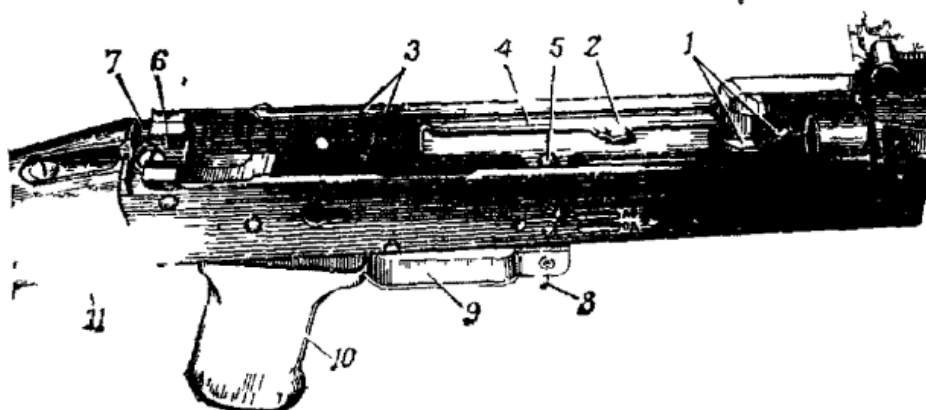

Рис. 30. Ствольная коробка
12. Ствольная коробка (рис. 30) служит для соединения частей и механизмов автомата (пулемета), для обеспечения закрывания канала ствола затвором и запираания затвора. В ствольной коробке помещается ударно-спусковой механизм. Сверху коробка закрывается крышкой.